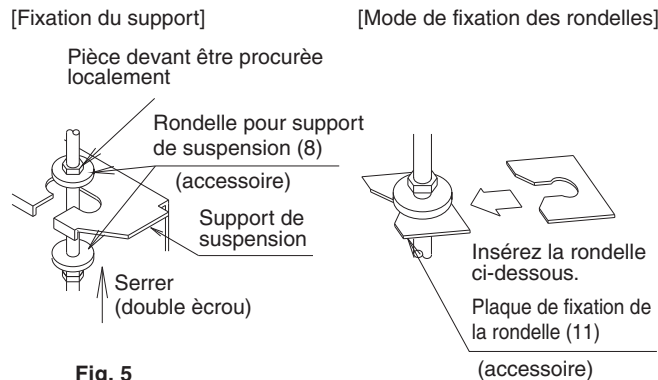

Fig. 5
(1) Installer l'unité intérieure temporairement.
- Fixez le support au boulon de suspension. Veillez à le fixer solidement en plaçant un écrou et une rondelle de chaque côté du support. (Reportez-vous à la Fig. 5)